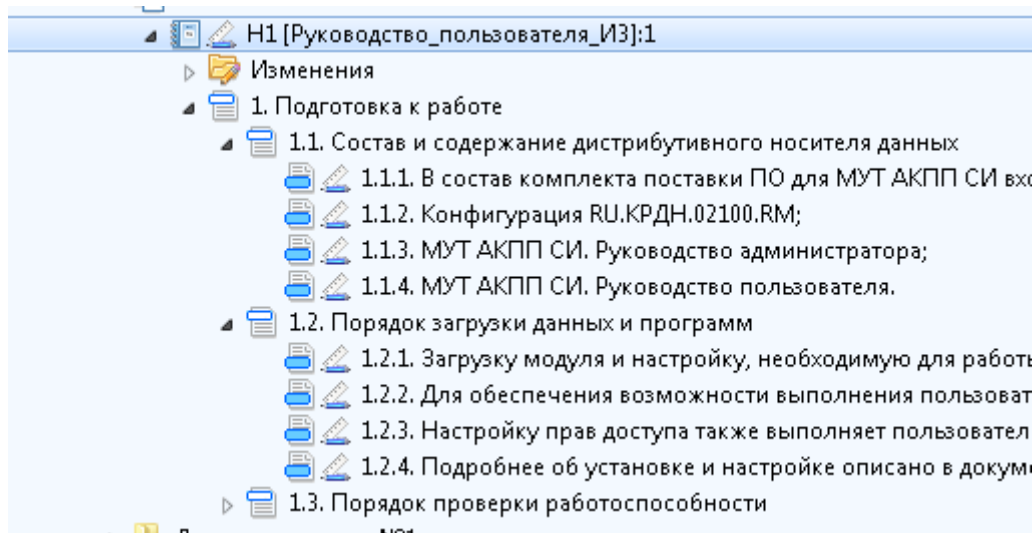

Рисунок 316 — Созданный набор требований Н1
4.8 в результате в папке «ПТ-1» создан набор требований Н1 (на нём стоит курсор), содержащий требования 8-й страницы документа «Руководство пользователя», с соблюдением иерархии и стилей (Рисунок 316).